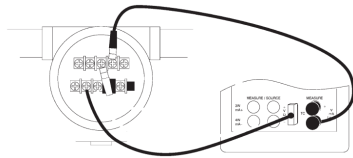

Abb. 21. Kalibrierung eines Transmitters
4. Den Kalibrator wie in Abbildung 21 am Transmitter anschließen.